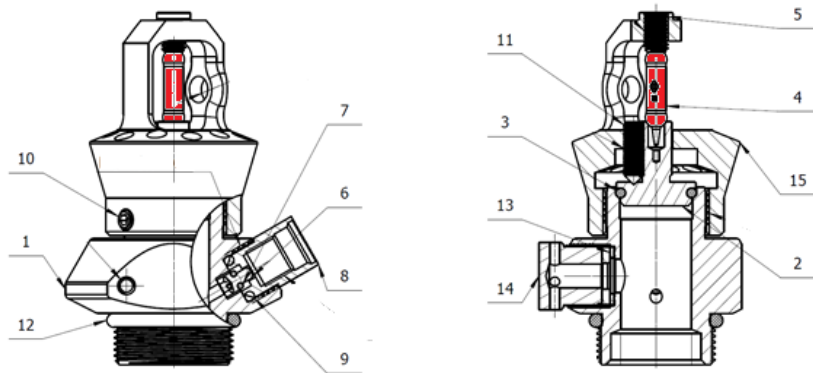

Рисунок 3.3.1 Чертеж ЗПУ
## Примечания к рис. 3.3.1- 3.3.2
Термочувствительная колба (поз.4, рис. 3.3.1), предназначена для удержания центрального клапана ЗПУ (поз.6, рис. 3.3.1) в закрытом положении в дежурном режиме. Разрушается при срабатывании модуля (повышении температуры или при подаче электрического импульса на эл.пускатель).
- 2) *При разрушении (наличии трещин, потери цвета) ТЧ-колбы выкручивать транспортный винт (поз.11 рис.3.3.1) запрещается!*
Стопорный винт (поз. 10, рис. 3.3.1.) фиксирует положение распылителя (поз.15, рис. 3.3.1.) и предназначен для предотвращения демонтажа.
Поджимной винт (поз. 5, рис. 3.3.1.), предназначен для фиксации термочувствительной колбы. ***Установка поджимного винта осуществляется только производителем или уполномоченным дилером. Самостоятельный монтаж/демонтаж поджимного винта колбы может привести к разрушению термочувствительной колбы и несанкционированному срабатыванию модуля!!!***
Предохранительная мембрана (поз. 13 рис. 3.3.1.) монтируется в корпус ЗПУ и поджимается только производителем или уполномоченным дилером. Самостоятельный монтаж/демонтаж предохранительной мембраны может привести к ее повреждению и несанкционированному выпуску ГОТВ. Разрушение мембраны не приводит к срабатыванию ЗПУ. В случае срабатывания предохранительной мембраны газ полностью стравливается из модуля через отверстия предохранительного устройства делясь на несколько потоков. После этого мембрана подлежит замене.